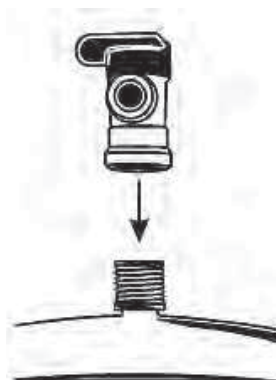

Рис. 12
2. Подсоедините шаровой кран бака к вершине накопительного бака (см. **рис. 12**). Во избежание повреждений крана не прилагайте больших усилий при накручивании рукой.